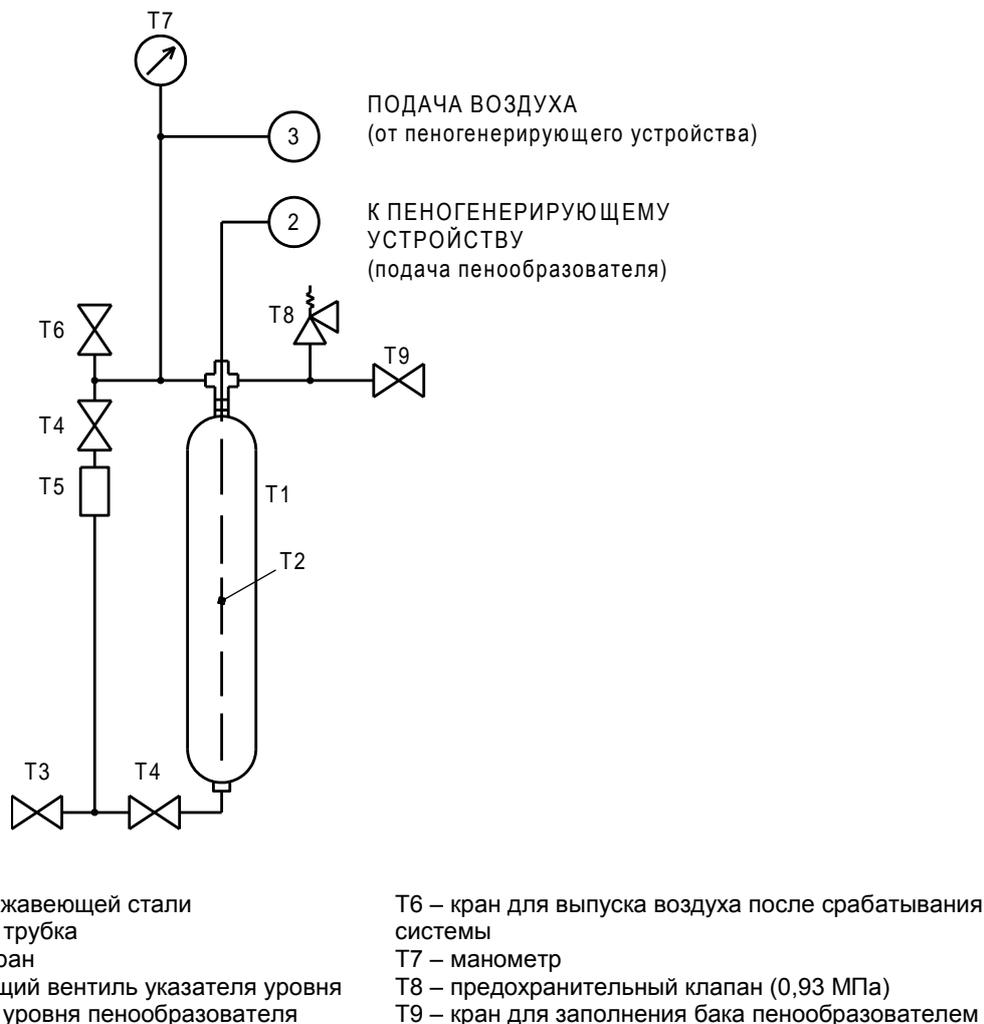

Рисунок 1.9 Схема технологическая принципиальная бака с обвязкой
Нормальное положение всех указанных на технологической схеме рис. 1.9 вентилей с ручным управлением в дежурном режиме установки – закрытое.
- линия наддува бака сжатым воздухом (поз. 3 на рис. 1.9 и 1.10);
- линия подачи пенообразователя в ПГУ (поз. 2 на рис. 1.9 и 1.10).